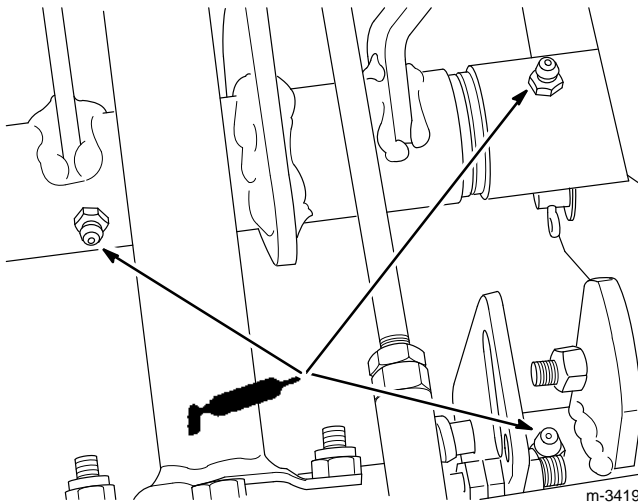

Abbildung 34
4. Die drei Schmiernippel schmieren (Abb. 34).